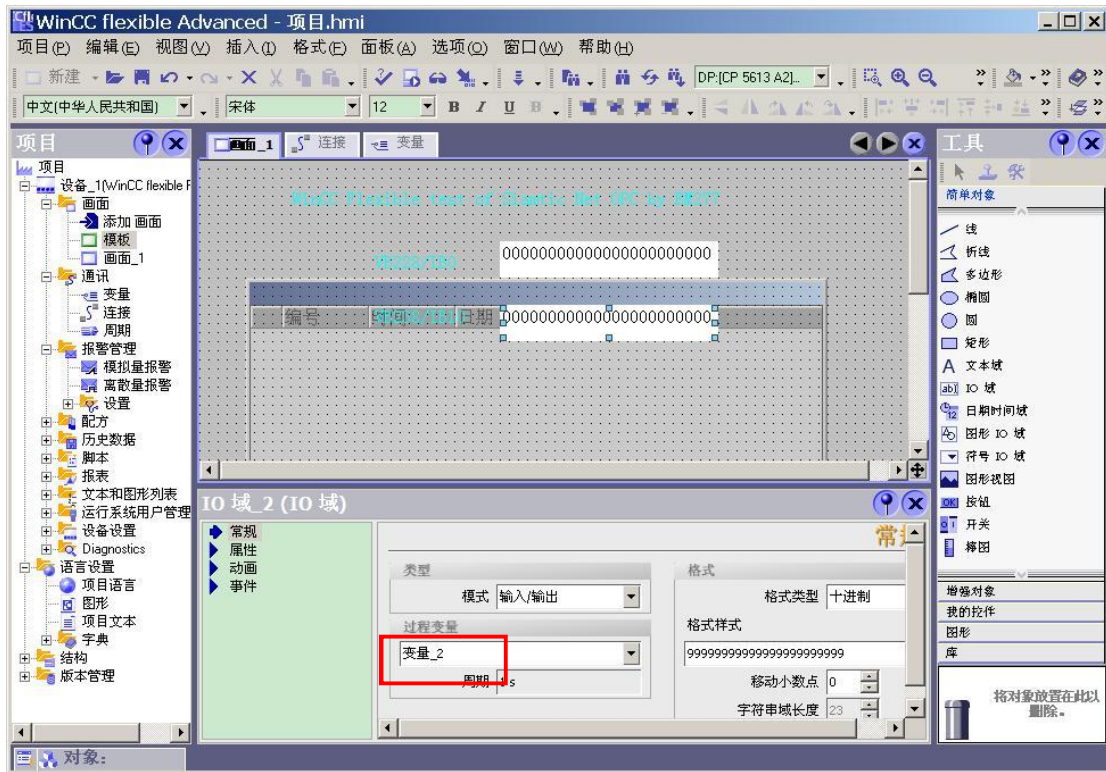

图 56 在画面中将 I/O 域指向相应变量
4. 在画面中创建 I/O 域，其过程变量指向刚才在变量表中添加的变量，如图 56 所示。